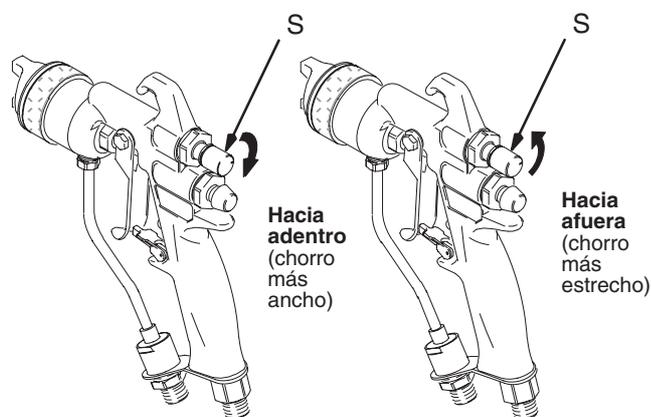

Fig. 5
4. Cierre el aire de ajuste del chorro girando completamente el mando (S, vea la Fig. 5) en sentido horario (hacia adentro). De esta forma la pistola está ajustada para pulverizar con el chorro más amplio.
Para conseguir un chorro más estrecho, gire la llave de la válvula de ajuste del chorro (S, vea la Fig. 5) en sentido antihorario (hacia afuera). Si el chorro no es todavía lo suficientemente estrecho, aumente ligeramente la presión de aire a la pistola o use una boquilla de diferente tamaño.